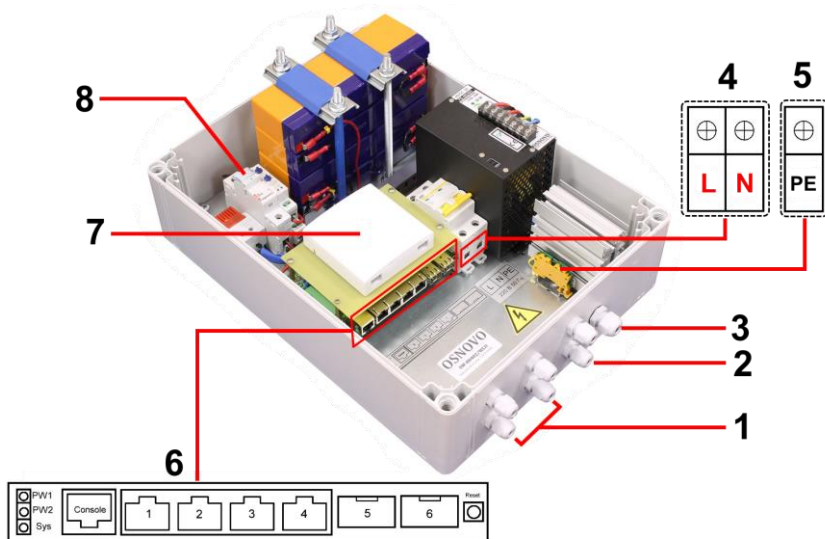

Рис. 4 Подключение уличного коммутатора SW-80402/WLU
1. Проденьте кабели витой пары через соответствующие отверстия гермовводов (1) снаружи внутрь бокса (рис.4).